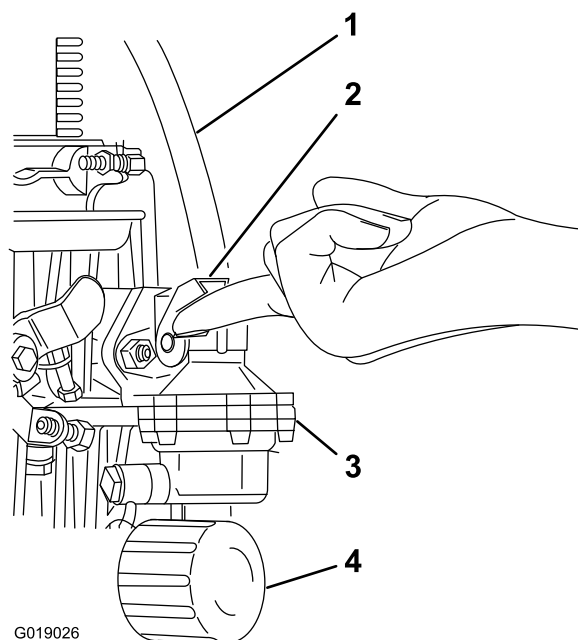

Figura 25
5. En la bomba de combustible, accione la palanca de cebado hasta que oiga fluir el combustible de retorno al depósito de combustible por la línea de retorno de combustible (Figura 25).